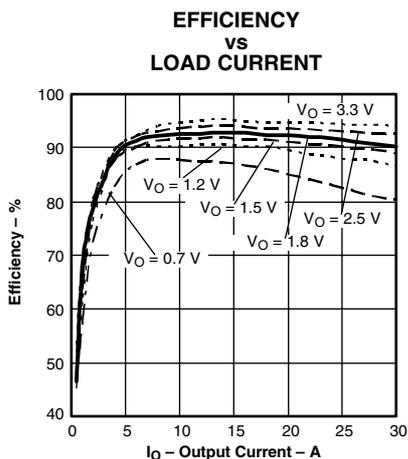
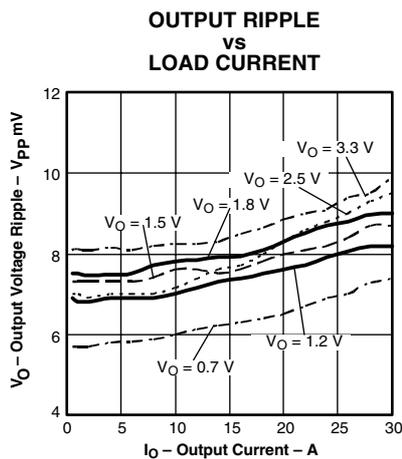
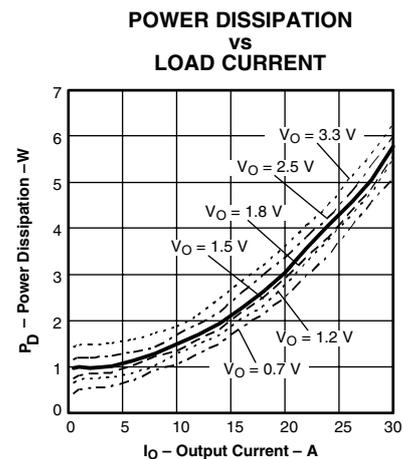

図6.
図7.
図8.
- (1) この電気的特性データは、実際の製品を25°Cでテストして得られたものです。このデータは、コンバータの代表的なデータと考えられます。図6、図7、図8に該当します。